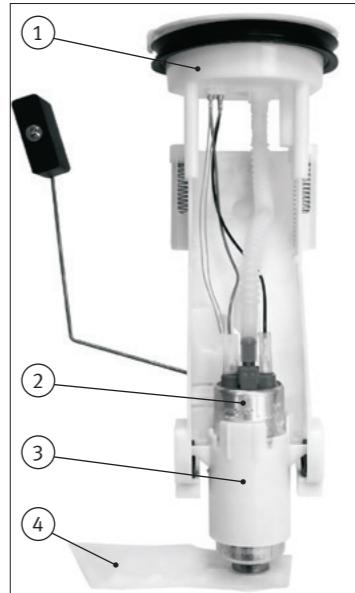
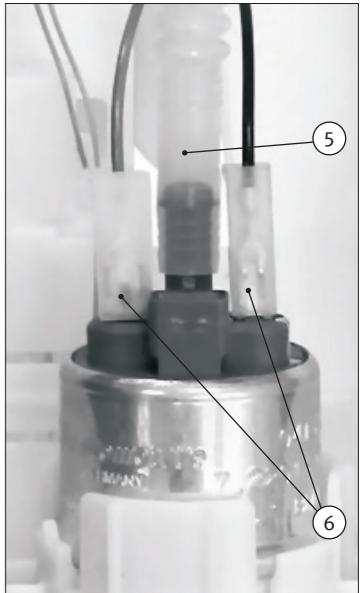
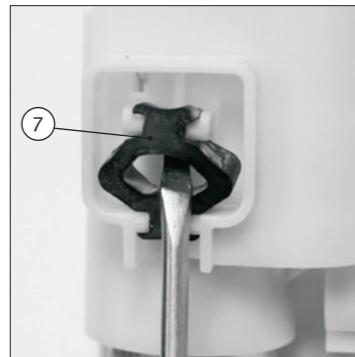

Abb. 1/Fig. 1/Puc. 1/图1
Abb. 2/Fig. 2/Puc. 2/图2
Abb. 3/Fig. 3/Puc. 3/图3
- Kraftstoffschlauch (5) auf den Schlauchstutzen aufstecken und mit einer Schlauchklemme/-schelle sichern. Dabei den Kraftstoffschlauch nicht beschädigen.
- Elektrische Kontakte (6) verbinden. Die elektrischen Kontakte sind verpolungssicher.
- Den Ansaugfilter (4) wieder aufsetzen. Der Ansaugfilter muss in die gleiche Richtung wie der Tankgeber zeigen (siehe Abb. 1).
- The fuel pump (2) sits in a holder (3) in the supply unit (1) (see Fig. 1).
- Carefully pull off the air inlet filter (4) on the pump inlet. Clean the air inlet filter and set aside for subsequent installation.
- Pull the electrical contacts (6) off the fuel pump (see Fig. 2).
- Open the hose clips and pull off the hose (5). Do not damage the fuel hose while doing so.
- Carefully lever out the three rubber buffers (7) between the supply unit and holder with a screwdriver (see Fig. 3).
- Pull the pump (2) with holder (3) out of the supply unit (1).
- La pompe à carburant (2) est logée dans un support (3) de l'alimentation (1) (Fig. 1).
- Retirez prudemment le filtre (4) à l'admission de la pompe. Nettoyez-le et mettez-le de côté pour le remonter plus tard.
- Sortez les contacts électriques (6) de la pompe à carburant (Fig. 2).
- Ouvrez la pince et retirez le tuyau (5). Attention de ne pas abîmer le tuyau de carburant.
- A l'aide d'un tournevis, ôtez prudemment les trois tampons de caoutchouc (7) entre l'alimentation et le support (Fig. 3).
- Sortez la pompe (2) avec le support (3) de l'alimentation (1).